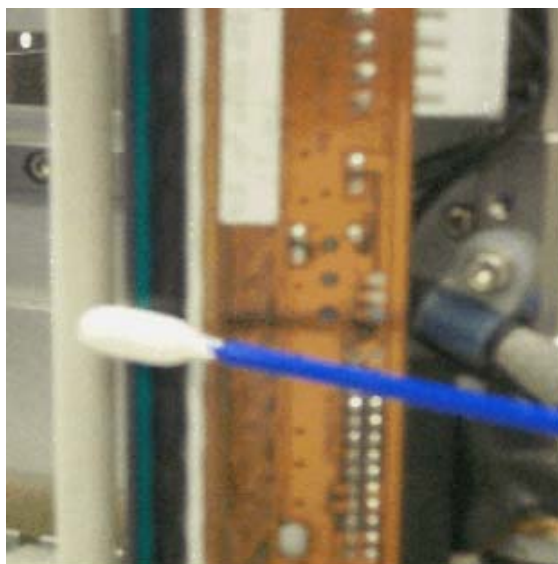

Рисунок 5-16: Очистка печатающей головки
- 3 Осторожно очистите пиксельную линию печатающей головки (Рисунок 5-16), белые кассетные ролики и очищающий ролик при помощи гигиенических палочек с ватными наконечниками, которые входят в комплект поставки принтера.